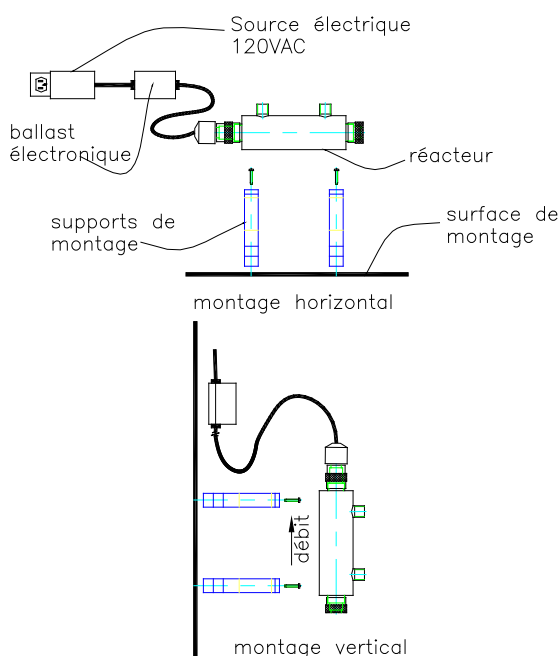

Figure 2.
4. Le système doit être installé de façon à ce que l’entrée et la sortie soient accessibles. Si le montage est vertical, le connecteur électrique de la lampe doit être du coté haut de l’appareil. Ceci protégera le connecteur de tout écoulement dû à la condensation ou d’une fuite potentielle. Voir figure 2.
5. Si le montage est vertical, l’entrée d’eau doit être du coté bas de l’appareil. Ceci favorisera l’évacuation de l’air du réacteur et permettra un meilleur débit d’eau en aval de l’appareil. Si le montage est horizontal, vous pouvez utiliser un ou l’autre des points d’accès comme entrée d’eau. Voir figure 2.